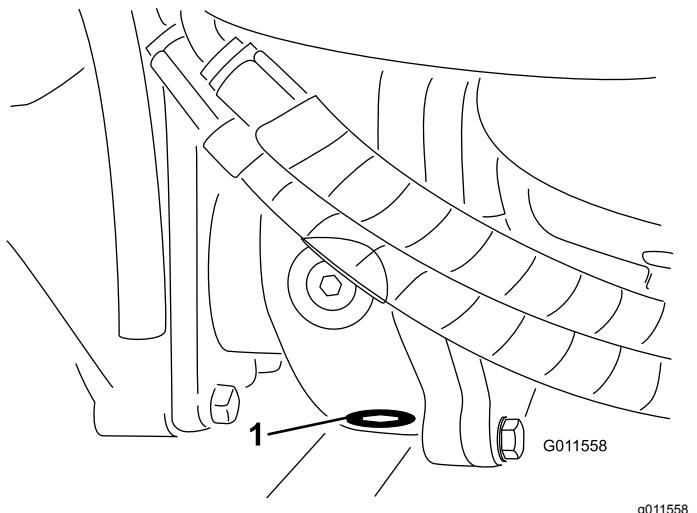

Bild 95
5. Reinigen Sie den Bereich um die Ablassschraube an der Unterseite des Getriebes (Bild 95)